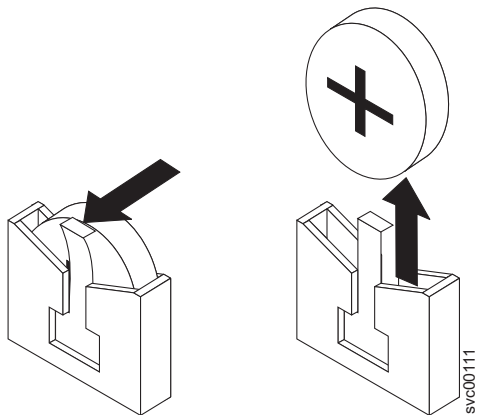

図 138. SAN ボリューム・コントローラー 2145-8F2 または SAN ボリューム・コントローラー 2145-8F4 CMOS バッテリー・ホルダー
- a. 1本の指で、バッテリーをハウジングに保護しているリテーナー・タブを (図 138 に示す) 引きま